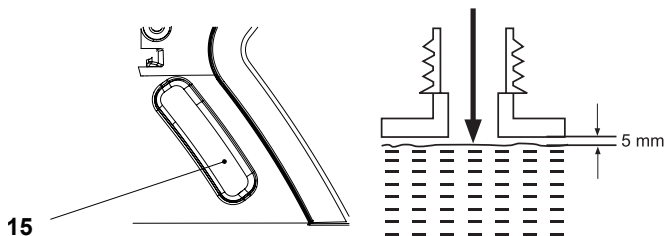

Fig. 10
4. Não encher o óleo abaixo da janela de nível de óleo (15), mas também não encher demasiado ou deixar aproximadamente 5 mm de espaço entre o topo do óleo e a borda interior do tanque para permitir a expansão (Fig. 10).
5. Verificar a janela de nível de óleo (15) antes do arranque e regularmente durante o funcionamento. Reencher o óleo quando o nível de óleo estiver próximo do fundo da janela de nível de óleo (15) (Fig. 10).
- Limpar o lubrificante derramado com um pano macio e voltar a colocar a tampa do tanque de óleo (2).